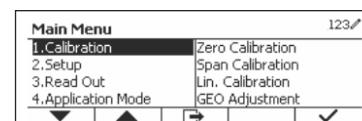

Figure 8
1. Exercez une pression longue sur le bouton **User Menu** pour accéder au menu principal. (Voir Figure 8)